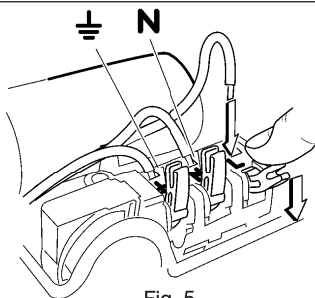

Fig. 5
- Utför nätanslutning [fas (L) – noll (N) – jord ( $\perp$ )] i enlighet med bild 5.